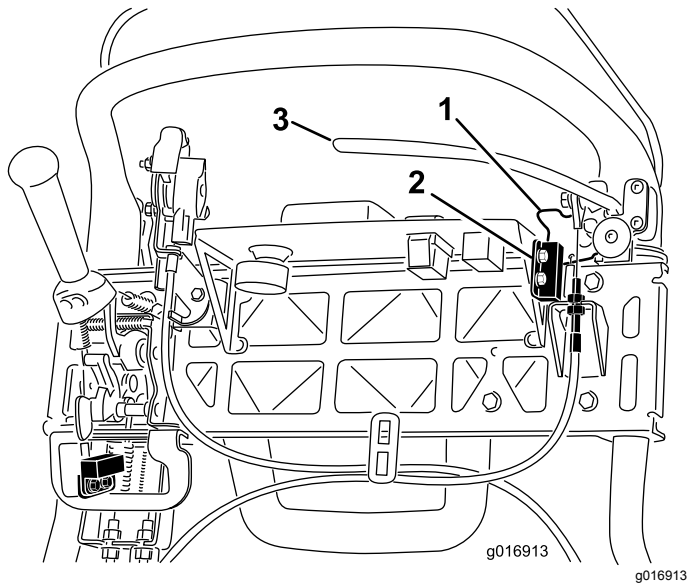

Figure 43
4. Desserrez les fixations du contacteur de sécurité (Figure 43).
5. Placez une cale de 1,6 mm d'épaisseur entre le verrou du frein de stationnement et le contacteur de sécurité (Figure 43).
4. Pour accroître la tension du câble, desserrez l'écrou de blocage supérieur et serrez l'écrou de blocage inférieur du câble (Figure 43) jusqu'à ce qu'il soit nécessaire d'exercer une force de 156 N sur la poignée du levier de frein pour débloquer le verrou du frein de stationnement. Ne tendez pas le câble au point que la bande du frein frotte en permanence.